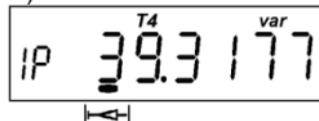

Рисунок 4.12
- прогнозируемая фактическая величина отпущенной реактивной мощности (отображается мнемоникой "var" и маркером "↔") (рисунок 4.12):